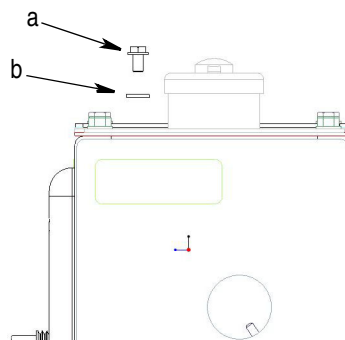

FIG. 2
1. Allentare la vite di messa a terra (a) (FIG. 2) e posizionare un'estremità di un filo di messa a terra da almeno 1,5 mm (12 diametro) tra la vite di messa a terra e la rondella (b).